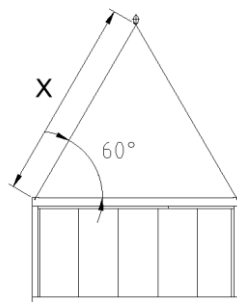

Bild 1
- Modulerna 10', 16', 20' och 20'x10' kan lyftas med kran. Linorna skall fästas i de övre modulhörnerna. Vinkeln mellan lyftlina och horisontalläge måste vara min. 60° (bild 1). Den erforderliga linlängden för en 20' modul är minst 6,055 m.